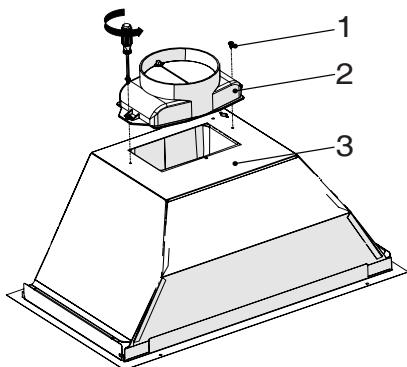

Fig.8
- Fije la chimenea de plástico contenida en el paquete al cuerpo del aparato mediante 2 tornillos de 3,5 x 9,5. (Fig. 8) No rozar contra la superficie. Fig. 8